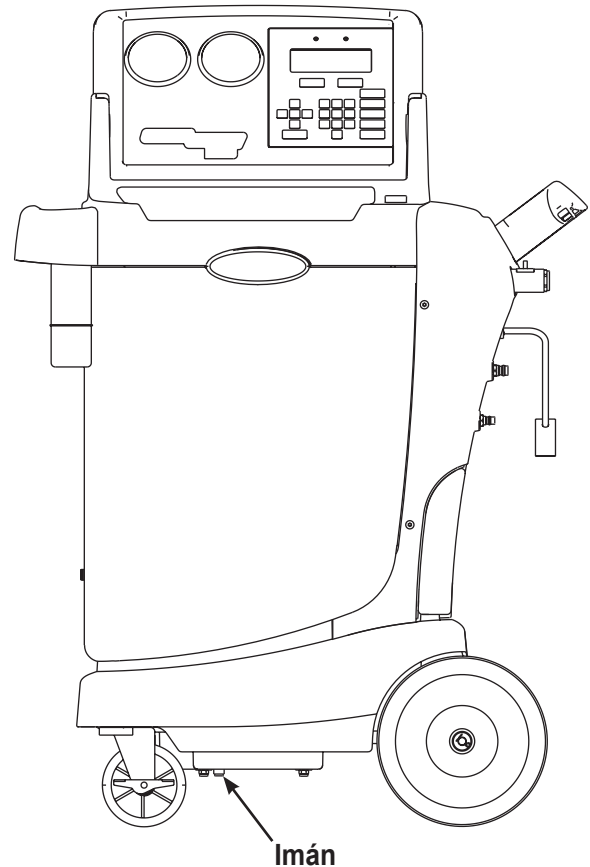

Figura 15
3. Consulte la Figura 15 y verifique que el imán en la parte inferior de la unidad esté limpio. Presione **START / YES (inicio/sí)**.